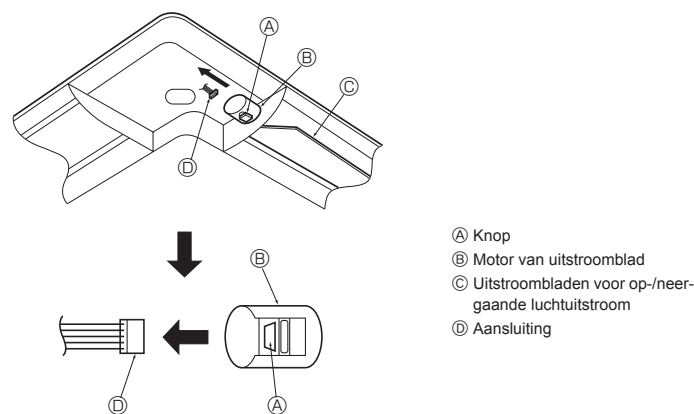

Fig. 8-9
8.4. Vastzetten van het op-/neergaande luchtuitstroomblad (Fig. 8-9)